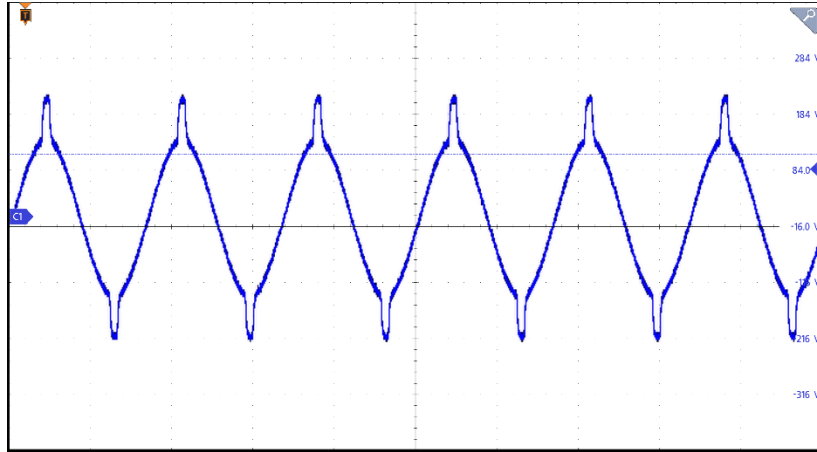

图 5-38 瞬态波形模式(Transient)设定页面(第一相设定范例输出波形)(Surge)
6. 设定参数后，点击首页键 ，再点选  可触发输出，输出波形如图 5-38。